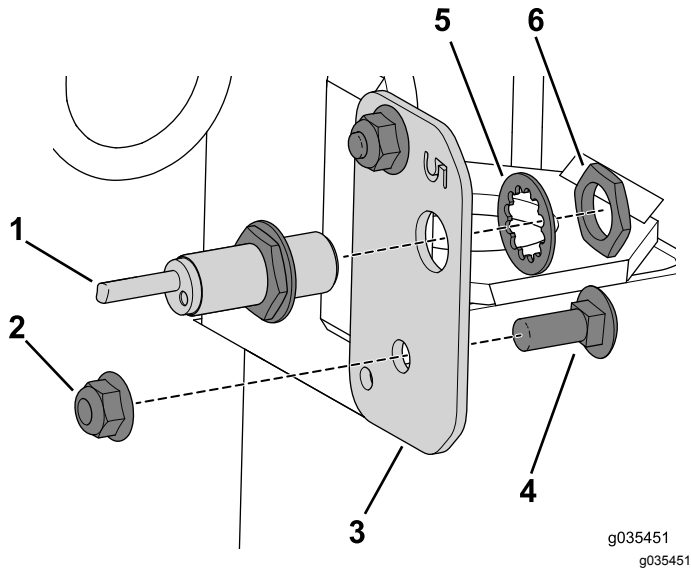

Figure 18
- Fixez la plaque de capteurs gauche à la machine à l'aide du boulon de carrosserie (3/8 x 1") et de l'écrou à embase (Figure 18).
- Fixez le capteur de proximité fourni dans le kit à la plaque de capteurs gauche à l'aide de l'écrou de retenue et de la rondelle (Figure 18).